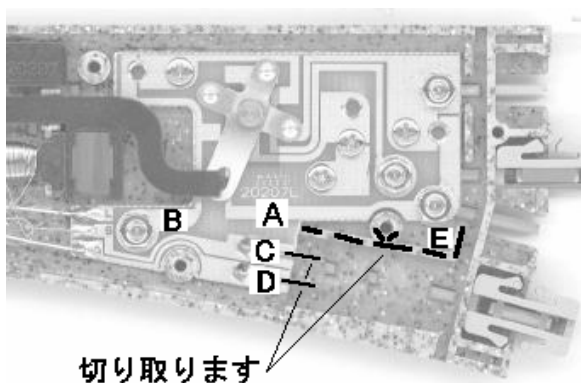

図 4-1 取付案内図
デコーダを道床内に格納するため、図 4-1 右下にある黒い印の部分(補強リブ)を切り取ります。この時、リブ中央のネジ穴を半分残すように加工すると、うら板の固定に支障がありません。(DS51K1 はネジ穴を削らなくても格納できます)
4. 付属のラグ板に黄線をハンダ付けし、図 4-1 の E 点に 2mm の穴をあけ、付属のネジとナットで固定します。(ナットが横の基板上のナットと接触しないようご注意ください)